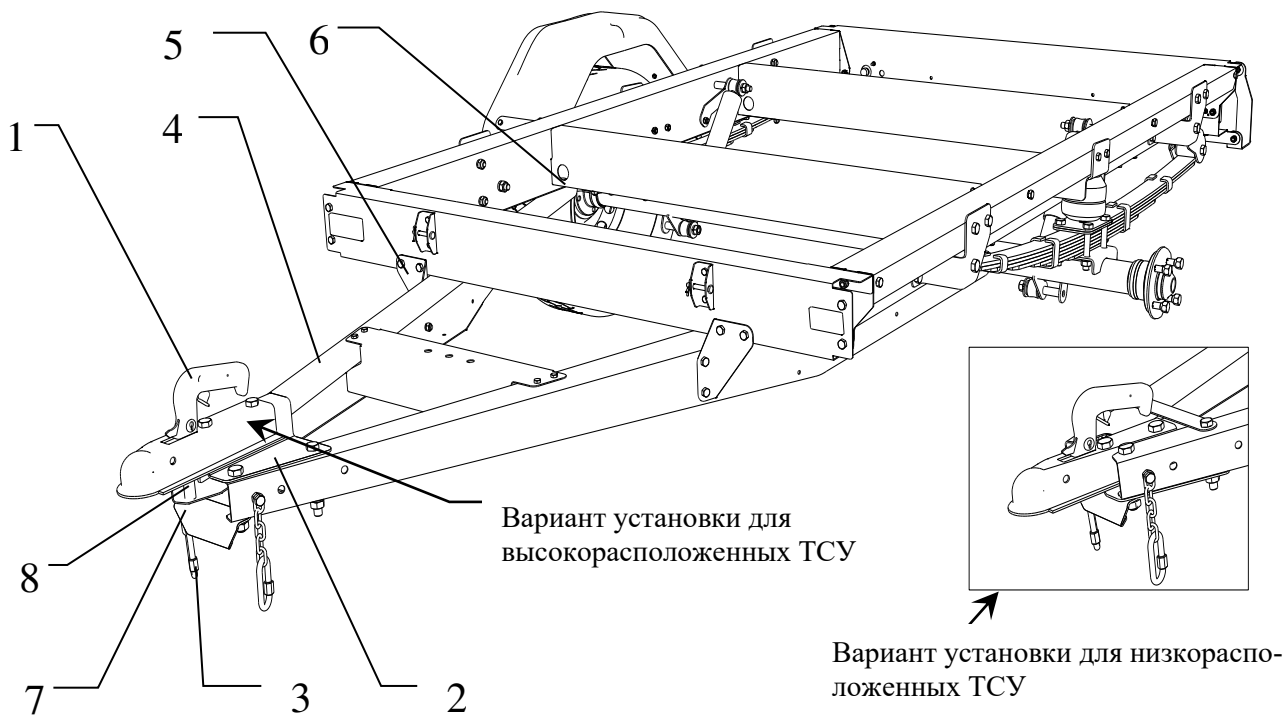

Рис. 5 – Установка дышла без шарнирного крепления:
3.2 Установка дышла (рисунок 5)